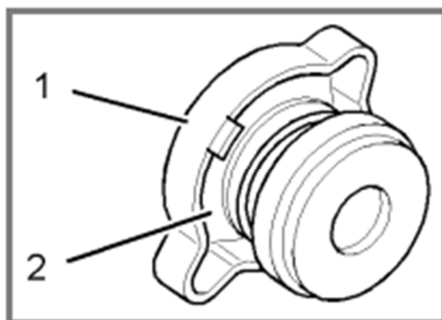

Рис. 6-2 Типичная крышка заливного отверстия охлаждающей жидкости
3) Очистите крышку заливной горловины системы охлаждения и проверьте состояние прокладки крышки заливной горловины, см. рисунок 6-2, 2. Если прокладка крышки повреждена, замените крышку заливной горловины системы охлаждения. Установите на место крышку заливной горловины системы